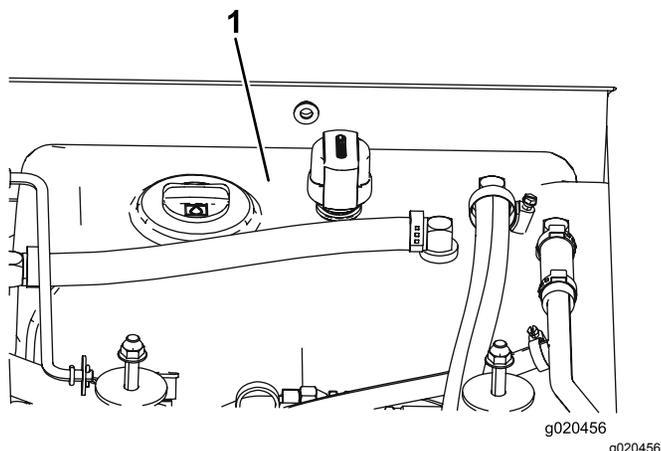

Рисунок 78
4. Залейте гидравлическую жидкость в бак (Рисунок 78); см. Проверка гидравлической жидкости (страница 68).